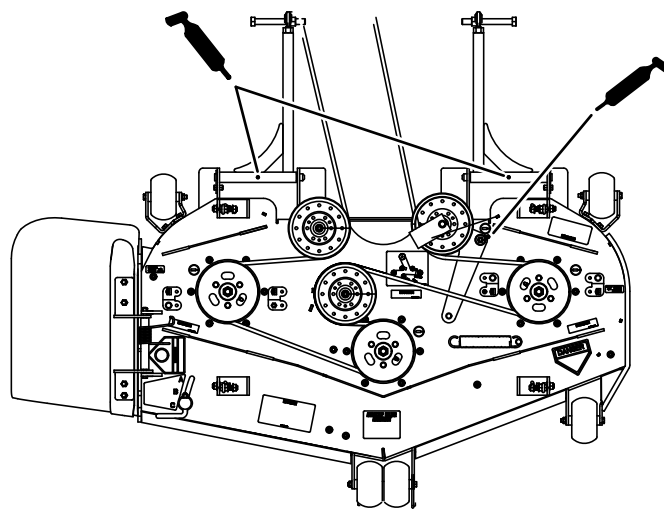
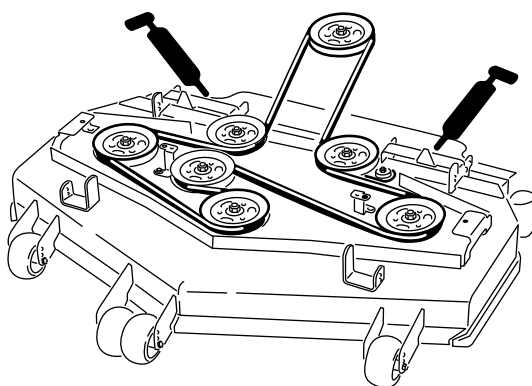

Figura 51
Figura 52
6. Ingrassate il braccio di rinvio della cinghia sul piatto di taglio del tosaerba (Figura 51).
7. Lubrificate i raccordi sui bracci di spinta (Figura 51 o Figura 52).